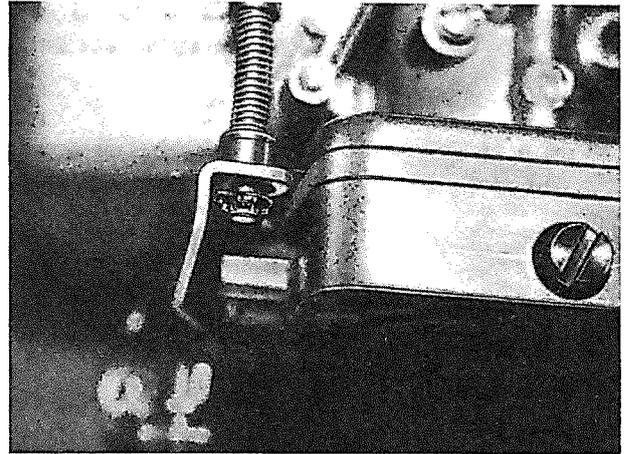

Bild 21
1. Im Ruhezustand soll zwischen dem Klemmring oberhalb des Splintes und dem Betätigungshebel ein Abstand von ca. 1 mm bestehen, wenn das Ventil in seiner **oberen** Lage anliegt (Mit dem Finger prüfen, ob obere Anlage erreicht ist). **Bild 21**